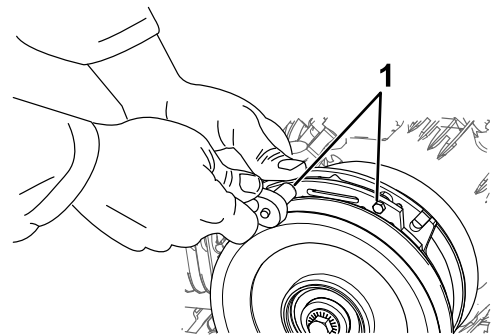

Рисунок 63
- A. Ослабьте оба монтажных болта тормоза на $\frac{1}{2}$ – 1 полный оборот, как показано на Рисунок 63.